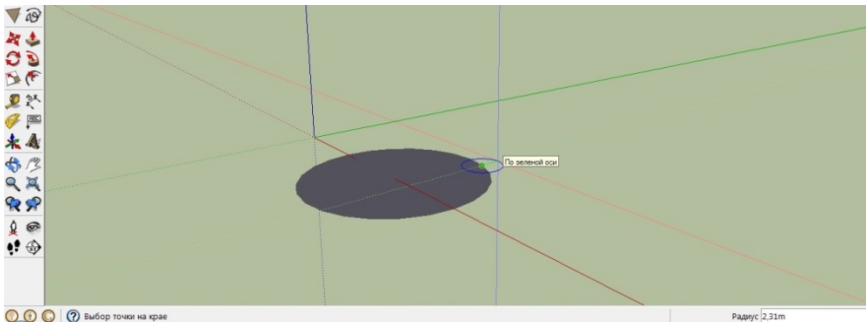

Рисунок 3.7
2. Щоб задати радіус, переміщуємо показчик від центру кола (рис. 3.7). При переміщенні показчика значення радіусу динамічно відображатиметься у полі «Виміри», у якому йому можна задати конкретне значення і натиснути